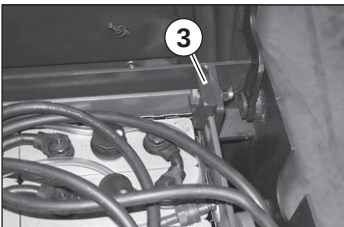
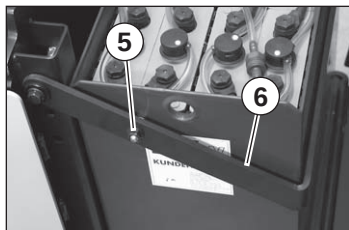

Fig. 40 Batteriholder
Fig. 43 Batteriholder
- Betjen kun trucken med klemmebeslaget (se fig. 40, side 65) påsat eller fjederringen (se fig. 43, side 68) nede.